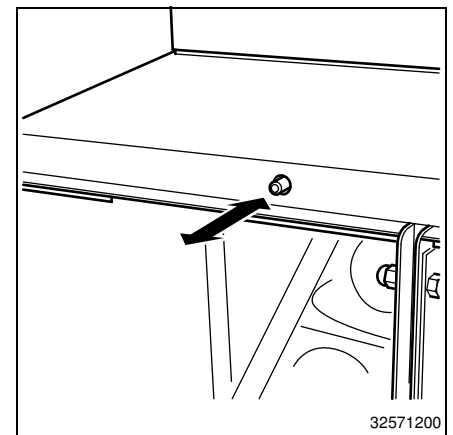

Bild 30
4.5.2 Steckblendenverriegelung (Bild 30)